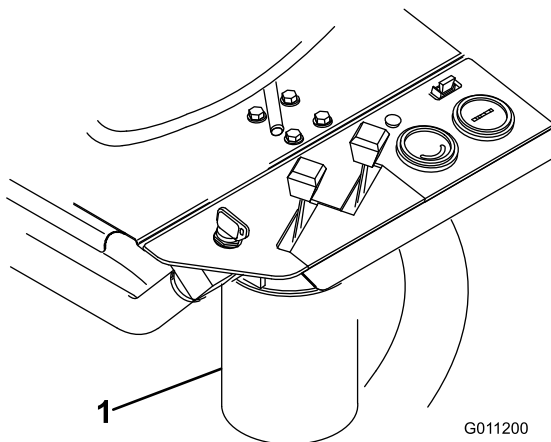

Figura 51
2. Pulite la superficie circostante il filtro (Figura 51). Collocate una bacinella di spurgo sotto il filtro e togliete il filtro.